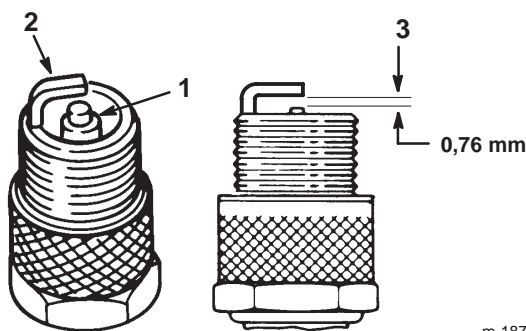

Bild 26
1. Sehen Sie sich die Mitte der Zündkerze an (Bild 26). Wenn der Kerzenstein hellbraun oder grau ist, ist der Motor richtig eingestellt. Eine schwarze Schicht am Kerzenstein weist normalerweise auf einen schmutzigen Luftfilter hin.
2. Prüfen Sie den Abstand zwischen den mittleren und seitlichen Elektroden (Bild 26) und biegen die seitliche Elektrode bei falschem Abstand zurecht.